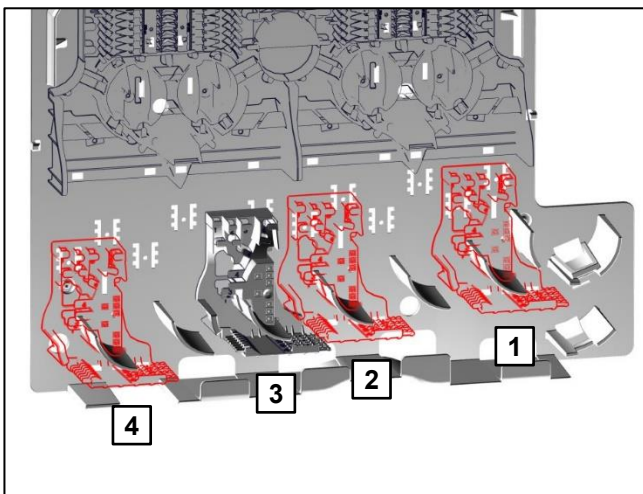

Abb. 30
- Die Kabelsortierung - Zugang (1) kann an vier verschiedenen Positionen montiert werden (siehe Abb. 30).